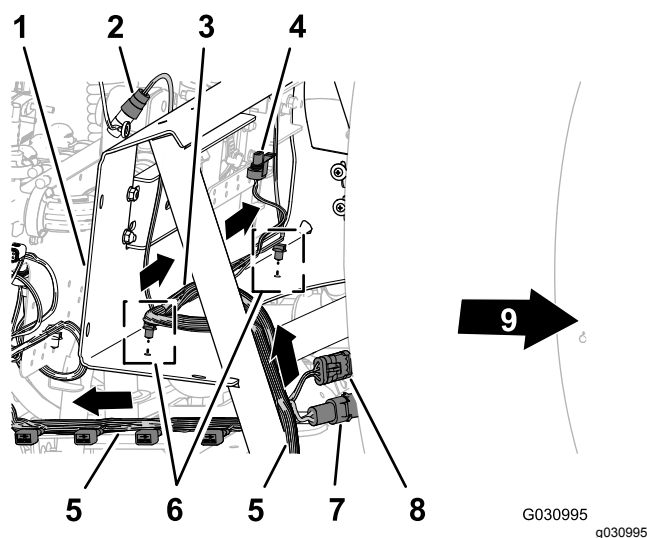

Figura 106
1. Disponete la diramazione di 218.4 cm (86") del cablaggio preassemblato all'interno del montante di supporto per il supporto della valvola e indietro verso il supporto a 10 valvole, come illustrato nella Figura 106.
2. Disponete la diramazione di 75,5 cm del cablaggio preassemblato per il flussometro e la valvola dell'agitatore sulla parte anteriore del supporto del collettore (Figura 106).
3. Inserite i fermi a pressione della diramazione di 75,5 cm del cablaggio preassemblato nei fori della flangia inferiore del supporto del collettore (Figura 106).